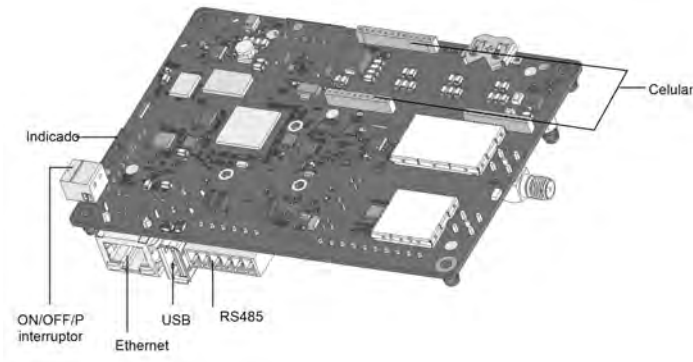

Figura 24: Conectores de la placa de comunicaciones
- e. Conecte el conector Ethernet al puerto RJ45 en la placa de comunicaciones (consulte *Figura 24*).